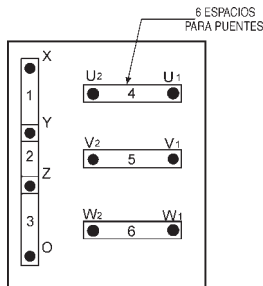

Figura 20. Tablero de inversión de voltaje configuración 240V
1. Coloque el puente en el tablero de inversión de voltaje para operación de 240 V como muestra la Figura 20.
1. Asegúrese que el tablero de inversión de voltaje esta haciendo puente para operación 240V como se muestra en la Figura 20.